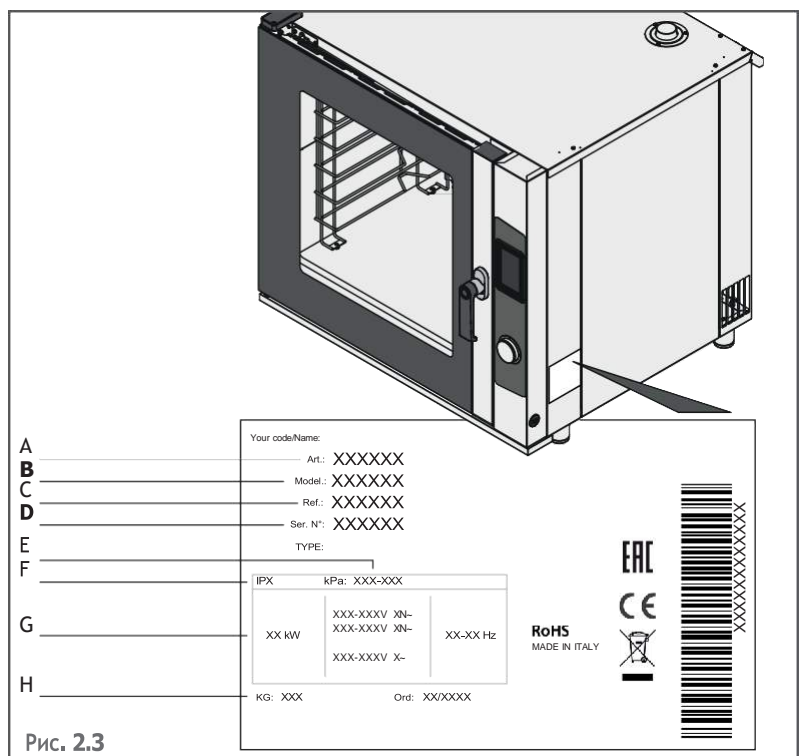

Рис. 2.3
- Перед установкою приладу переконайтеся, що системи відповідають нормам, що діють у країні, де прилад використовується, та технічним характеристикам, зазначеним на таблиці технічних даних приладу Рис. 2.3 .
- запишіть дані про обладнання, зазначені на табличці технічних даних Рис. 2.3;
► Рис. 2.3